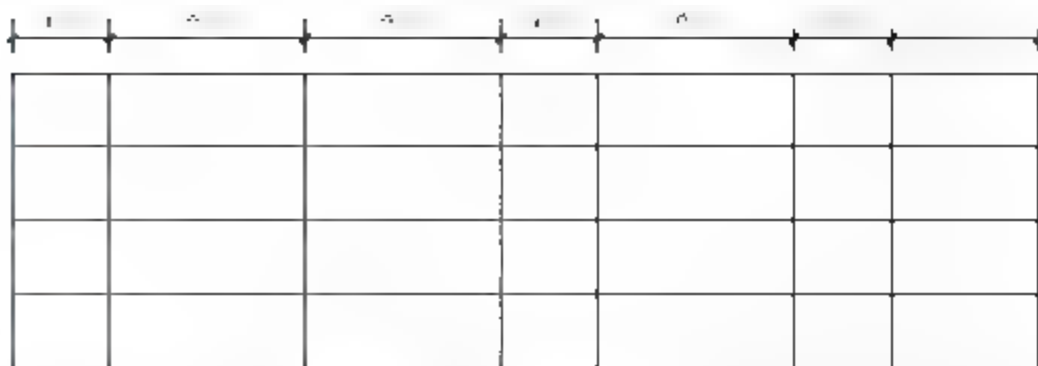

图6-95 调整结果
**08** 按住鼠标左键不放，拖动鼠标，更改表格的列宽，第一列、第四列和第六列改为400，第二列、第三列和第五列改为800，更改结果如图6-95所示。